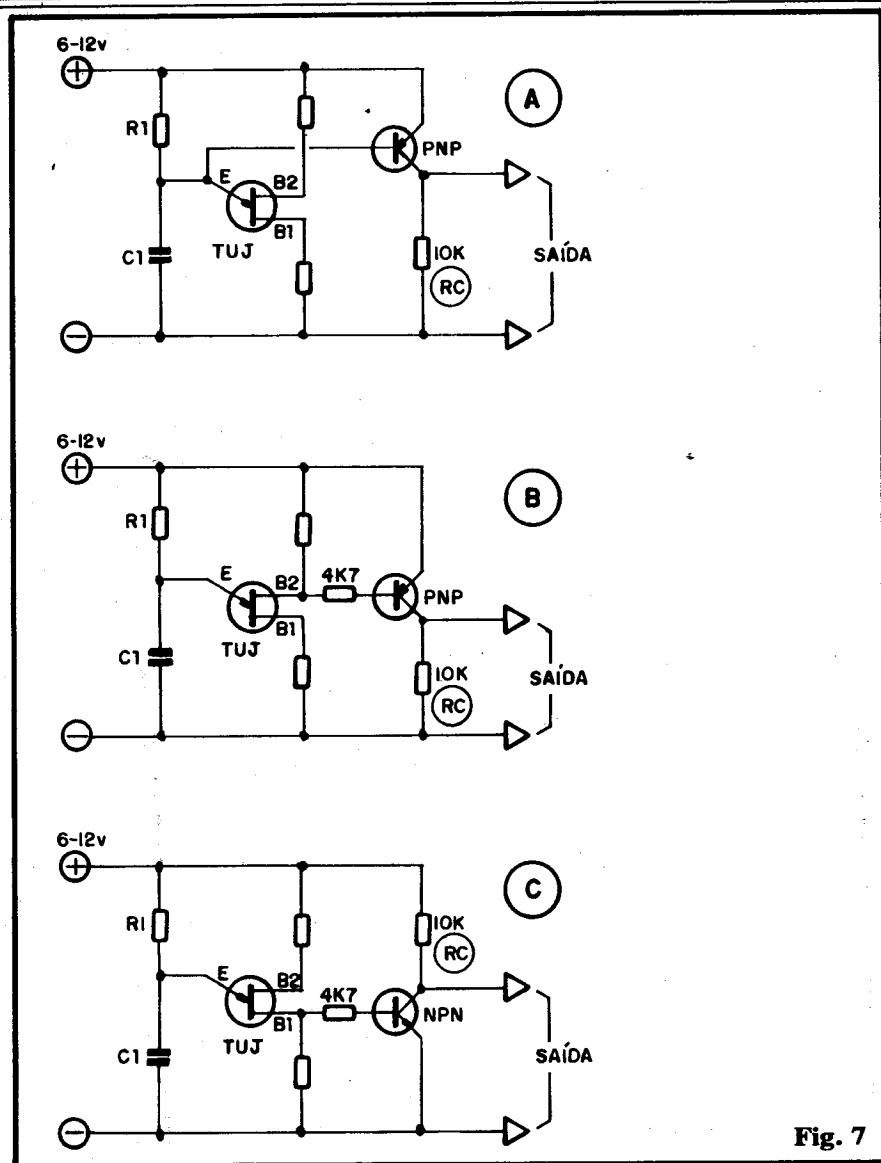

Fig. 7
- FIG. 7 - Se precisarmos (como frequentemente ocorre...) de níveis mais "bravos", ou mais "definidos", de Tensão ou Corrente, podemos facilmente "ajudar" o TUI através da posterior amplificação dos sinais gerados, função que "cai como uma luva" para os Transístores Bipolares comuns...! Assim, a figura 7, nos seus itens A, B e C mostra, respectivamente, arranjos para a "recolha amplificada" do sinal no emissor do TUI, na base 2 e na base 1 do dito cujo... Notem os valores (típicos) dos componentes (resistores) de acoplamento e polarização, bem como os pontos finais de Saída dos sinais já amplificados. Observem também que, se pretendermos uma manifestação de CORRENTE amplificada, podemos, em qualquer dos casos, substituir o próprio Resistor de Coletor (RC) dos Transístores Bipolares, por cargas finais capazes de "usar" os tais pulsos de corrente gerados...!